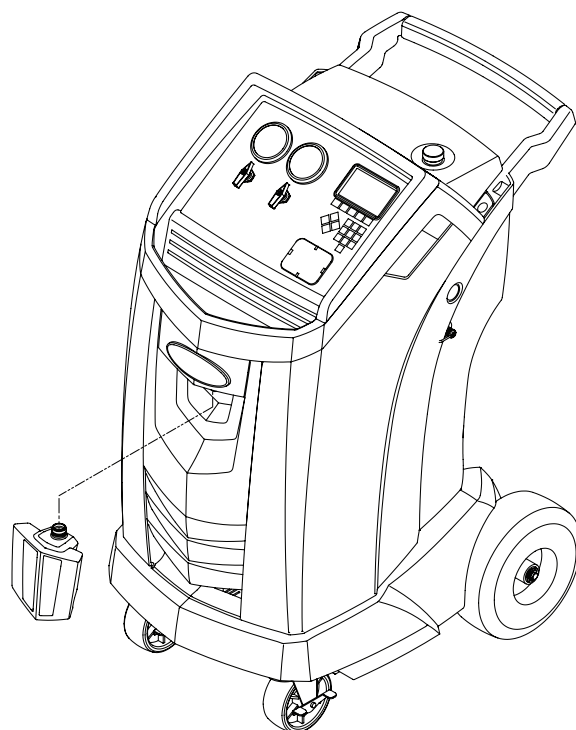

Figura 1
1. Localize o acoplamento do dreno de óleo na parte dianteira da máquina (ver Figura 1).